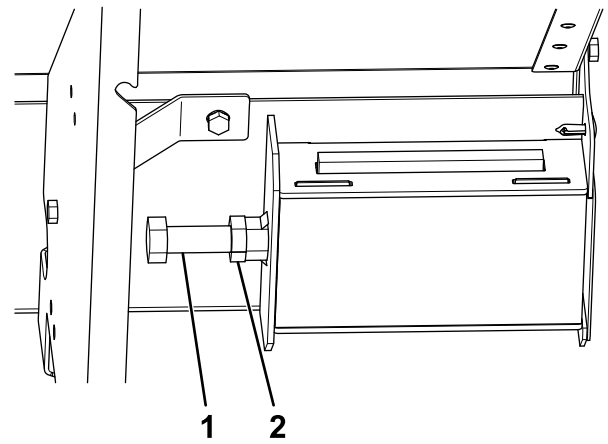

Figura 27
4. Para ajustar la tensión, afloje las contratuerca a los lados del esparcidor (Figura 27).